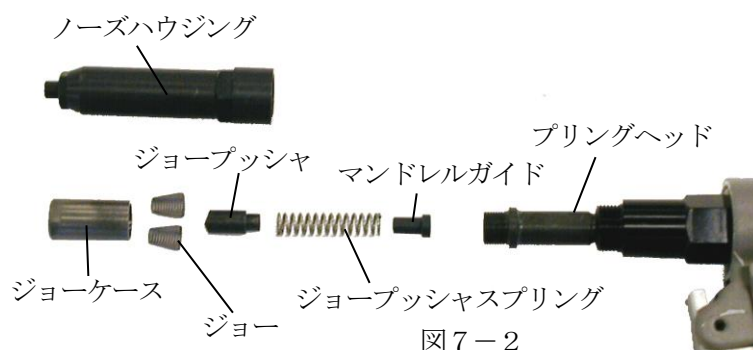

図 7-2
- (1) カプラを分離する等により圧縮空気の供給を止めて下さい。
- (2) ノーズハウジングをスパナで緩めて外します。
- (3) スパナでジョーケースをプリングヘッドから外します。
- (4) この時、外れてくるパーツを(図 7-2)に示します。これらのパーツ及びノーズハウジング・プリングヘッドの内部をブラシを使って、灯油等で洗浄・掃除します。
- (5) 組み付けは逆の手順で行います。組付けの際、ジョー及びジョーケース内には潤滑剤 (CRC 類) を吹き付けて下さい。